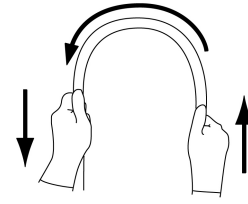

図2
- 4.挿入部を両手で持ち、全長にわたって図2に示すように順次半円の頂点をずらすように曲げたときに、適切な軟らかさを有しており、軟らかさが不連続になっているなどの異常がないこと。